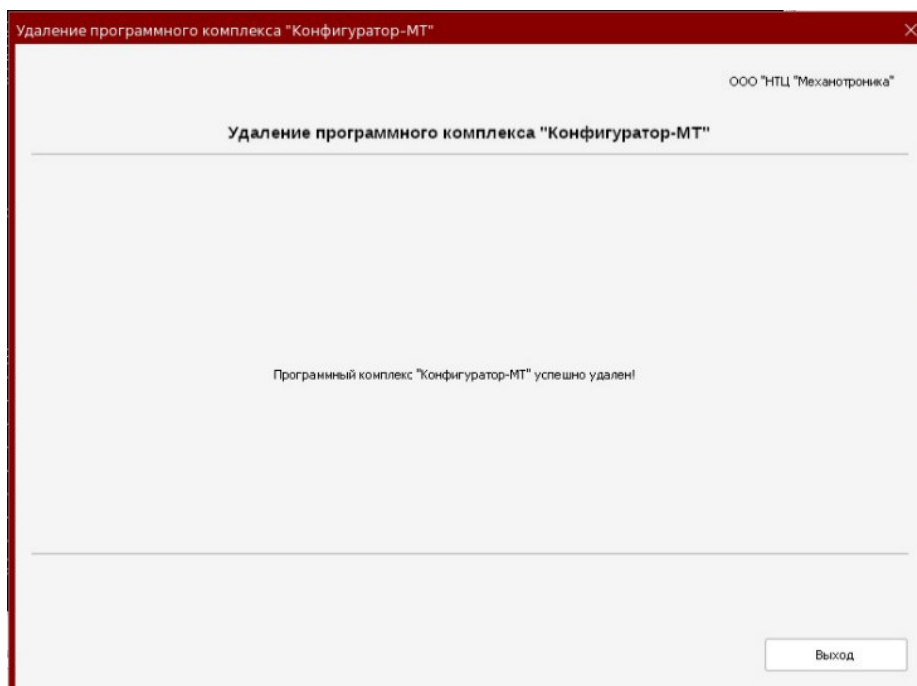

Рисунок 17
3.5.1.6 Дождаться окончания выполнения процесса удаления ПК «Конфигуратор-МТ». В случае успешного удаления в окне будет выведено сообщение "Программный комплекс "Конфигуратор-МТ" успешно удален!" (рисунок 17).